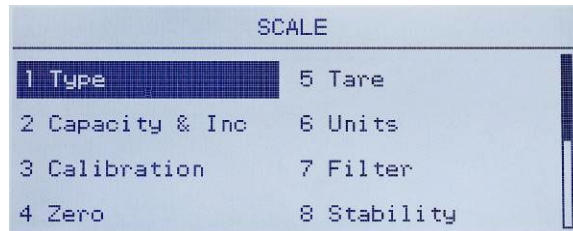

Figure 3-29 : Menu de configuration de la balance, première page
2. Avec Bascule en surbrillance, appuyez sur ENTRÉE ou sur la touche 1 du clavier numérique afin d'utiliser la méthode des raccourcis. La Figure 3-29 présente la première sélection des sous-branches de la bascule.